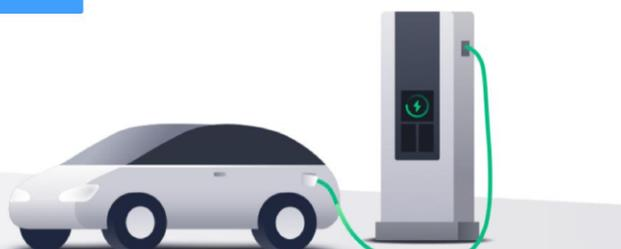

Figura 5-2 Accesso al pannello
(2) Aprire il browser e inserire 192.168.88.206, accedere con il nome utente (Admin) e la password (Starcharge123!) come mostrato nella Figura 5-2.